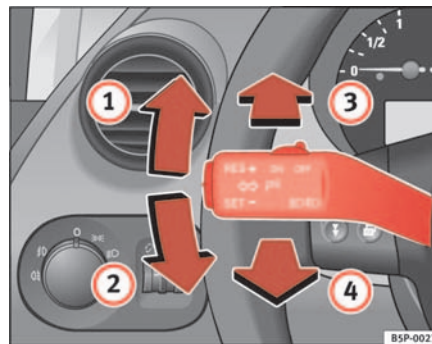

Abb. 78 Blinker und Fernlichthebel
⇒ Seite 118, Abb. 78 ①, um **rechts** zu blinken, bzw. nach unten
②, um **links** zu blinken.
- Drücken Sie den Hebel nach vorne ⇒ Seite 118, Abb. 78 ③, um das Fernlicht einzuschalten.